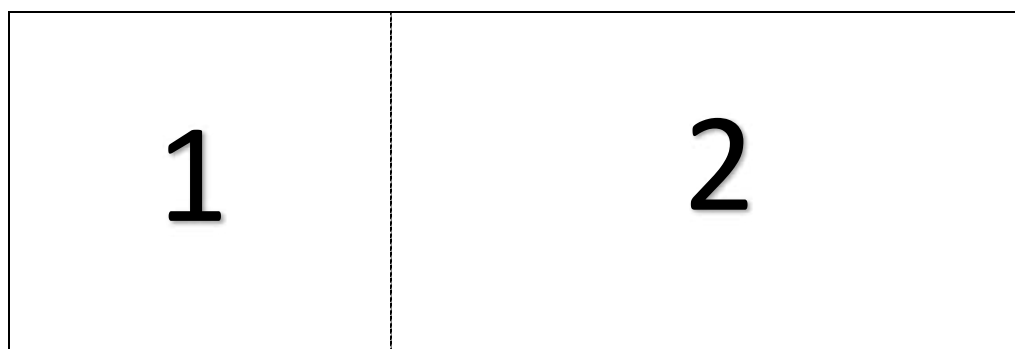

Figura 2 Esempio layout etichetta con reggette
- Posizionare le regge in corrispondenza delle guide riportate nel layout dell'etichetta in figura 2.